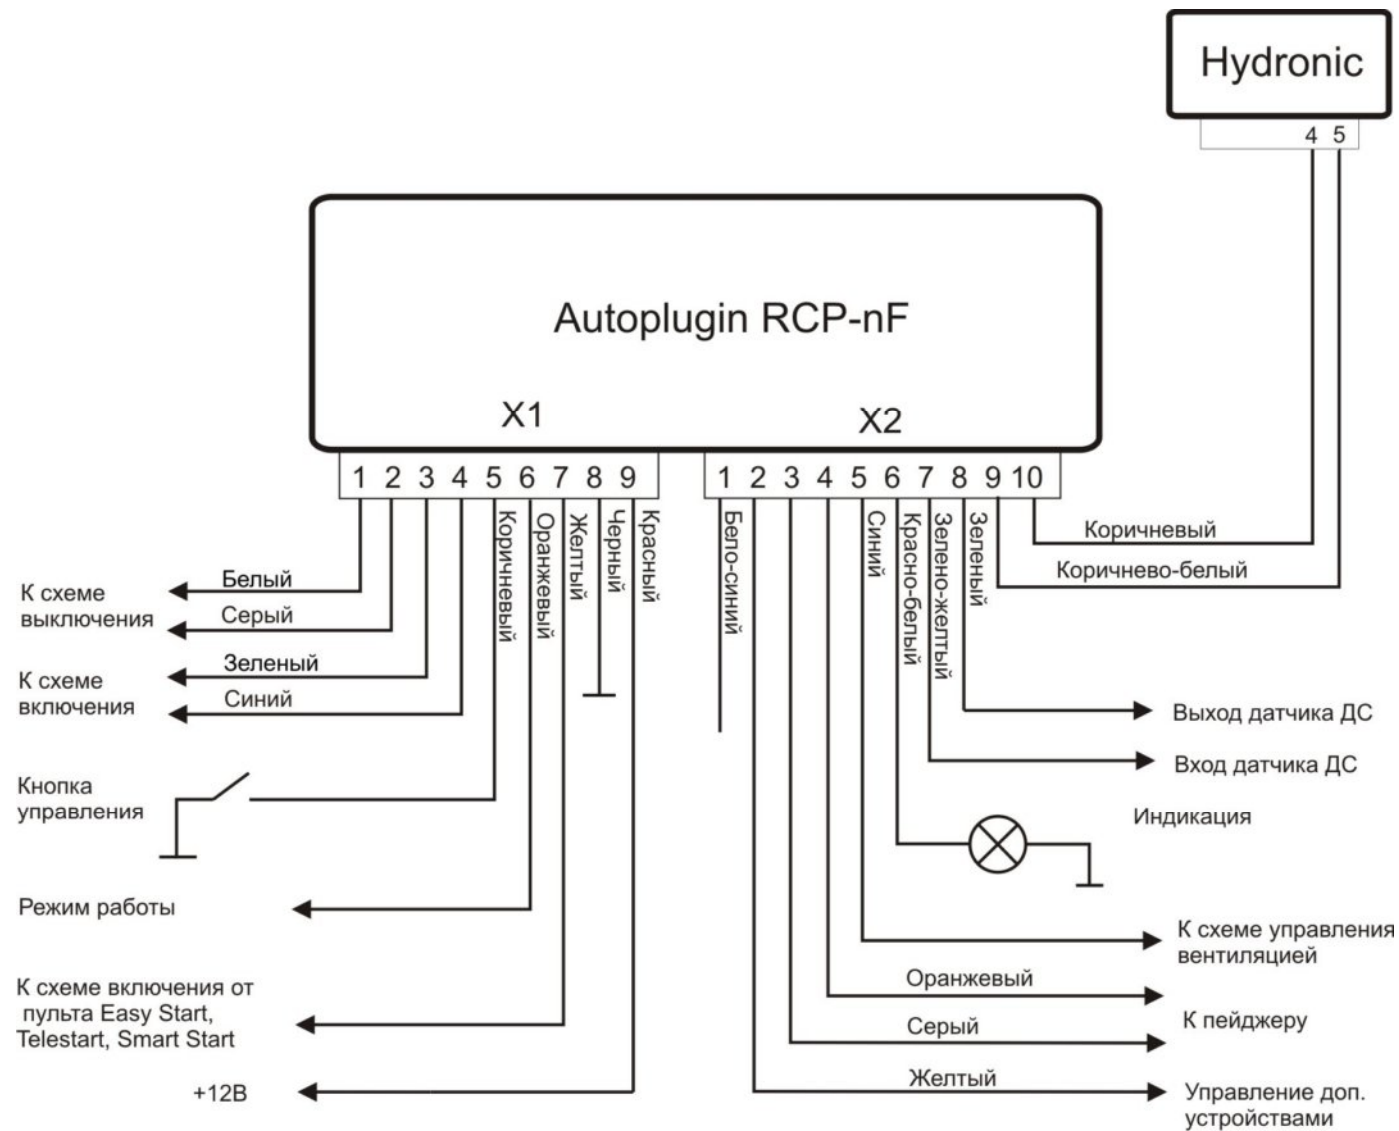

Рисунок 1
- **Общая схема подключения модуля (рис.1, стр. 2)**
Модуль RCP-nF предназначен для установки в салоне автомобиля. Из салона от модуля в моторный отсек к подогревателю необходимо проложить 2 провода, скрученные в витую пару, по которым модуль будет управлять подогревателем (рис. 1).